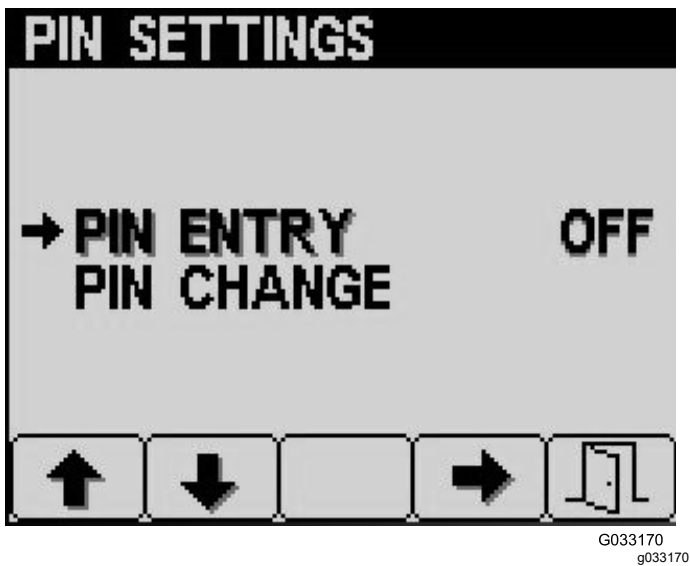

Figure 14
- Appuyez sur le bouton 2 pour accéder à l'option PIN Change (modification du code PIN) de l'écran PIN Settings (réglages du code PIN), puis appuyez sur le bouton 4 pour sélectionner l'option PIN Change (Figure 14).